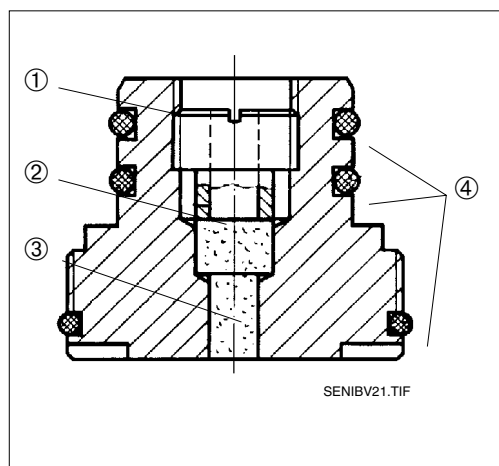

Рис. 24: Патрон диафрагмы DKV-HT
- Диафрагма RDV-HT в патроне DKV-HT является сменным элементом. Отверткой выверните полый винт с внутренней стороны патрона (см. рис. 24) и выдавите диафрагменный блок наружу. После установки нового диафрагменного блока действуйте в обратной последовательности.